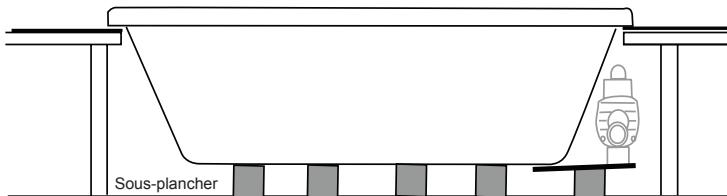

Figure 10 - soutien
- 11** Retirez les morceaux de retailles de bois et abaissez la baignoire complètement dans l'ouverture (figures 10 et 11).